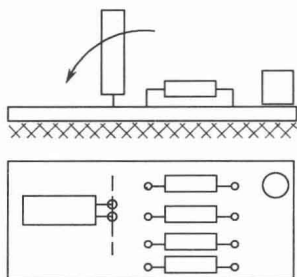
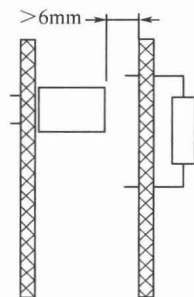

图 1-7 比周围元器件高的元器件应该卧倒
图 1-8 元器件高度的限制
① 由于目前插装元器件的封装尺寸不是很标准，各元器件厂家产品差别很大，所以设计时一定要留有足够的空间位置，以适应多家供货的情况。
② 在 PCB 上轴向插装较长、较高的元器件时，应该考虑卧式安装，留出卧放空间。卧放时注意元器件孔位，正确的位置如图 1-7 所示。
③ 对于金属壳体的元器件，特别注意不要将其与别的元器件或印制导线相碰，要留有足够的空间位置。
④ 较重的元器件，应该布放在靠近 PCB 支撑点或边的地方，以减少 PCB 的翘曲。特别是当 PCB 上有 BGA 等不能通过引脚释放变形应力的元器件时，必须注意这一点。
⑤ 大功率的元器件、散热器周围，不应该布放热敏元器件，要留有足够的距离。
⑥ 拼板连接处，最好不要布放元器件，以免分板时损伤元器件。
⑦ 对需要用胶加固的元器件，如较大的电容器、较重的磁环等，要留有注胶地方。
⑧ 对有结构尺寸要求的单板，如插箱安装的单板，其元器件的高度应该保证距相邻板 6mm 以上空间，如图 1-8 所示。
⑨ 焊接面上所布高度超过 6mm 的元器件（波峰焊后补焊的插装元器件）应尽量集中布置，以减少测试针床制造的复杂性。